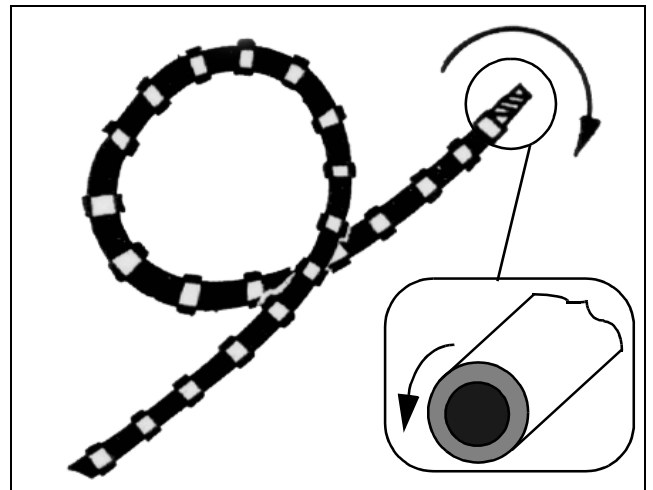

Bild 4.12 Sägeseil-(Schlaufe) Verdrillen (Eindreihen)
- Bilden Sie am, den Seilsägeautomaten verlassenden, Seilende eine (nicht zu kleine) Schlaufe (Bild 4.12) und drehen Sie diese um die Längsachse des Sägeseihs. Verdrehen Sie das Seil (auf die Stirnseite gesehen) entgegen dem Uhrzeigersinn (entgegen dem Schraubverschluss-Linksgewinde mit dem Seildrall, Bild 4.12).